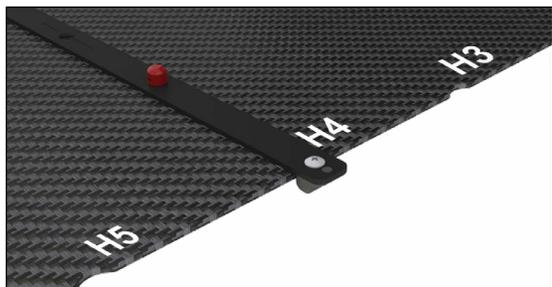

Fig. 1
1. Fissare 2 barre di posizionamento a 1.260 mm (generalmente 9 tacche indice) di distanza e far scattare in posizione (Fig. 1 e 2).